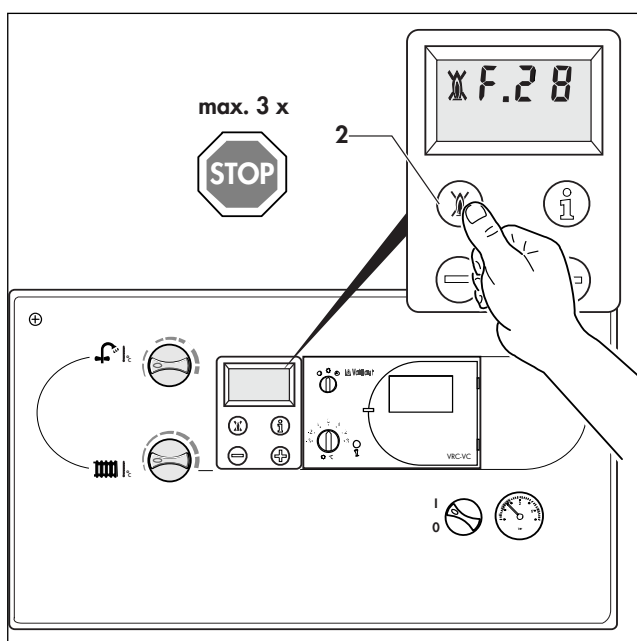

Fig. 3.12: Înlăturarea defecțiunilor
- Apăsăți butonul de resetare avarie (2, fig. 3.12) și mențineți-l apăsat aprox. 1 s sau treceți comutatorul general pe "OPRIT" și din nou pe "PORȚIT".